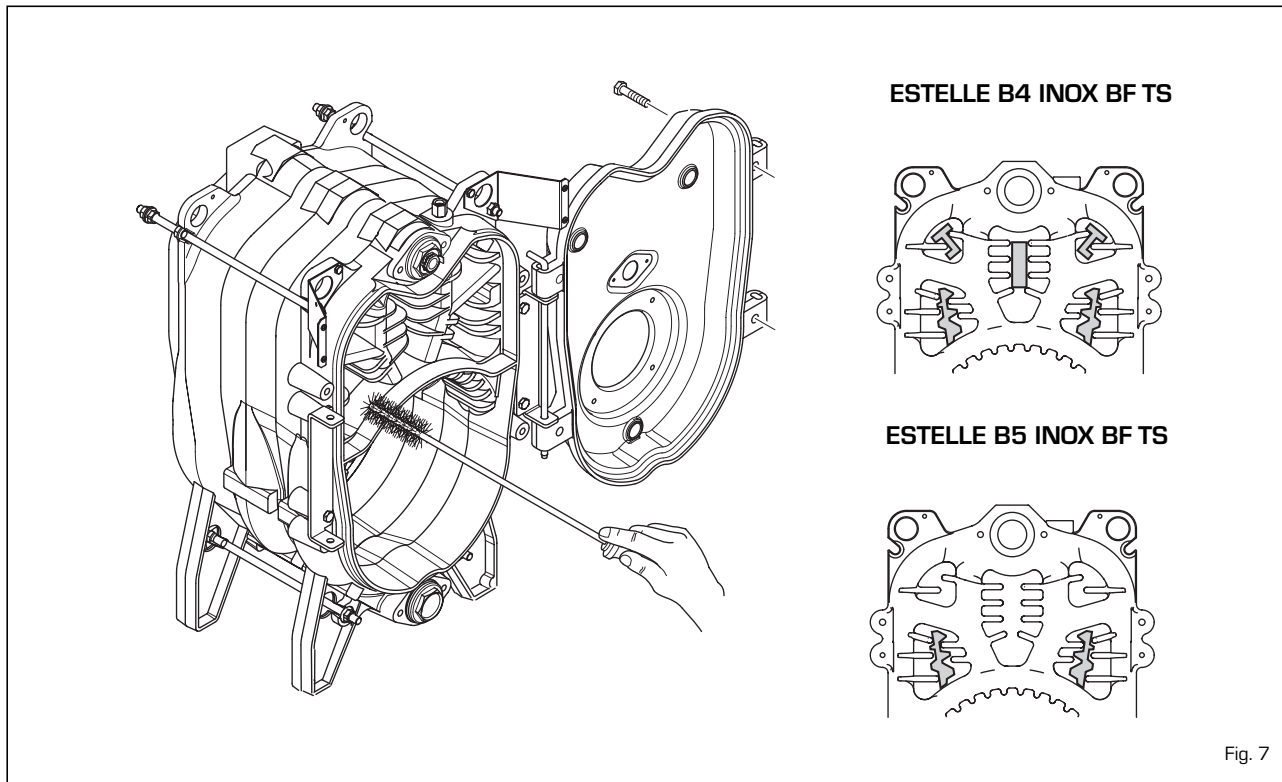

Fig. 7
3.3.1 Lato fumi caldaia (fig. 7)